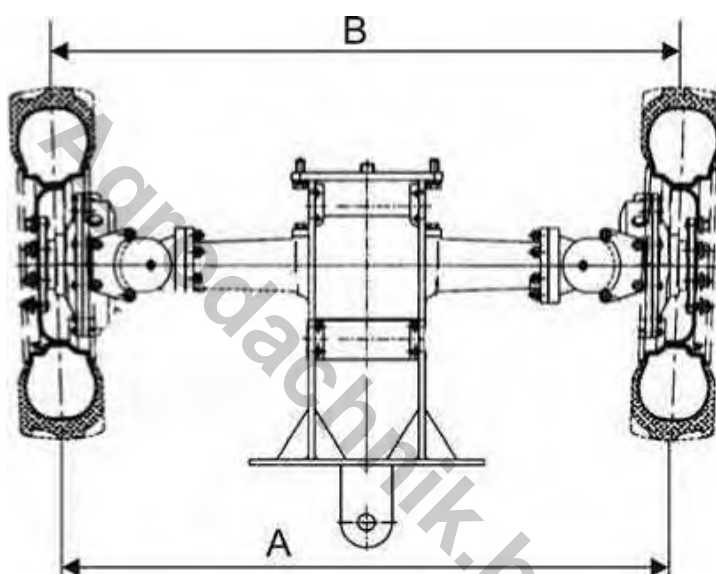

Рисунок 5.3. Регулировка схождения передних колес
4) Рулеткой замерять расстояние «В» между нанесенными метками с точностью до 1 мм как, показано на рис. 5.3.